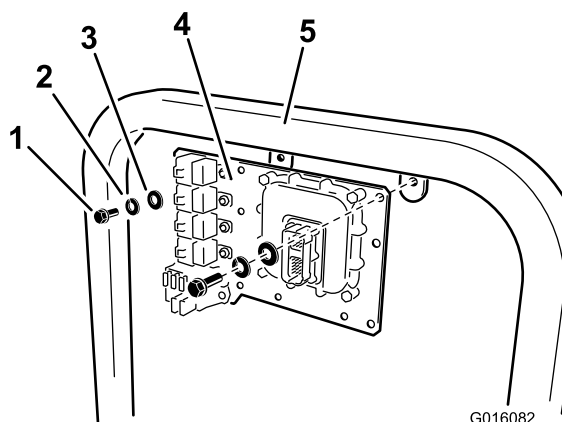

Figura 14
A. **Para os modelos Multi-Pro 1200 e 1250:** Instale a placa de montagem utilizando 2 parafusos (5/16 x 3/4 polegada) e 2 anilhas de bloqueio (5/16 polegada) e 2 anilhas planas como indicado em Figura 14.